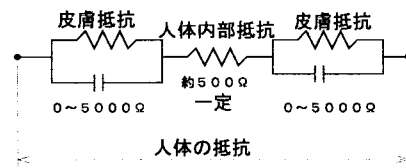

図2-5 人体の抵抗
- ① 人体の抵抗は皮膚抵抗と人体の内部抵抗を加えたもので、等価的には図2-5のように表されている。
- ② 手や足の皮膚抵抗は大きく、人体内部抵抗は小さい。